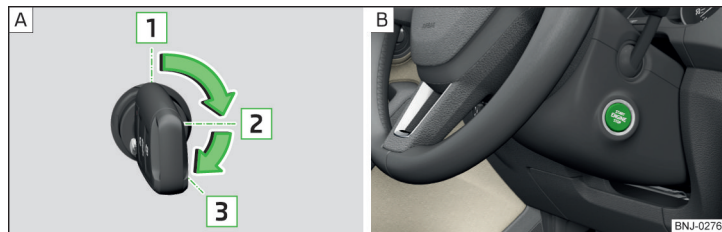

Рис. 114 Положення автомобільного ключа в замку запалювання/кнопка стартера
Положення автомобільного ключа в замку запалювання » Рис. 114 - А
- Натисніть кнопку » Рис. 114 - Б, запалювання увімкнеться/вимкнеться.
- На автомобілях із **замком запалювання** поверніть ключ у положення 3 » Рис. 114 на стор. 94 - А, двигун буде запущено. Після цього відпустіть ключ, і двигун запуститься автоматично.
- На автомобілях з **кнопкою стартера** коротко натисніть кнопку » Рис. 114 на стор. 94 - Б, двигун автоматично запуститься.
- На автомобілях із **замком запалювання** поверніть ключ у положення 1 » Рис. 114 на стор. 94 - А.
- На автомобілях з **кнопкою стартера** натисніть кнопку » Рис. 114 на стор. 94 - Б, двигун і запалювання одночасно вимкнуться.
➤ Натисніть кнопку й утримуйте її » **Рис. 114 на стор. 94** -  або двічі натисніть на кнопку протягом 1 секунди.